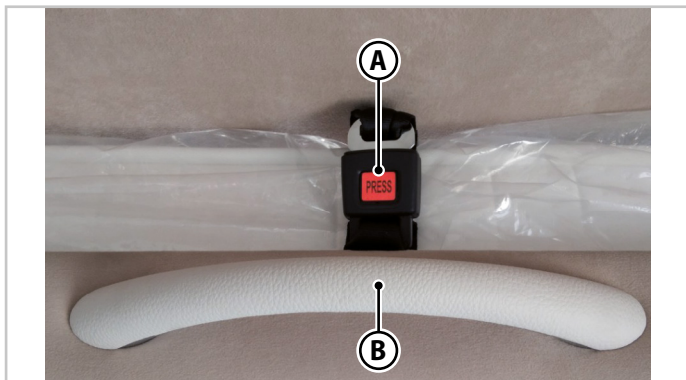

Fig. 6.14 - Nedfällbar säng framtill
1. Lås upp säkerhetsanordningen (**A**-Fig.6.14).
2. Agera på det relevanta rörelsehandtaget (**B**-Fig.6.14) och för sängen tills det tar stopp.
1. Agera på det relevanta rörelsehandtaget (**B**-Fig.6.14) och för sängen tills det tar stopp.
2. Säkra sängen igen med säkerhetsanordningen (**A**-Fig.6.14).